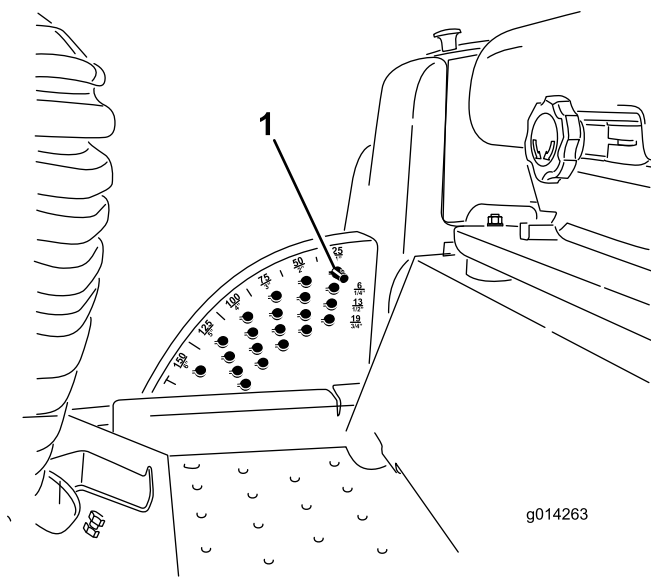

図 2
3. 組み立て時に間違わないように、刈高ブラケットについている刈高ピンの位置を記録しておく 図 2。刈高ブラケットから刈高ピンを抜き取る。